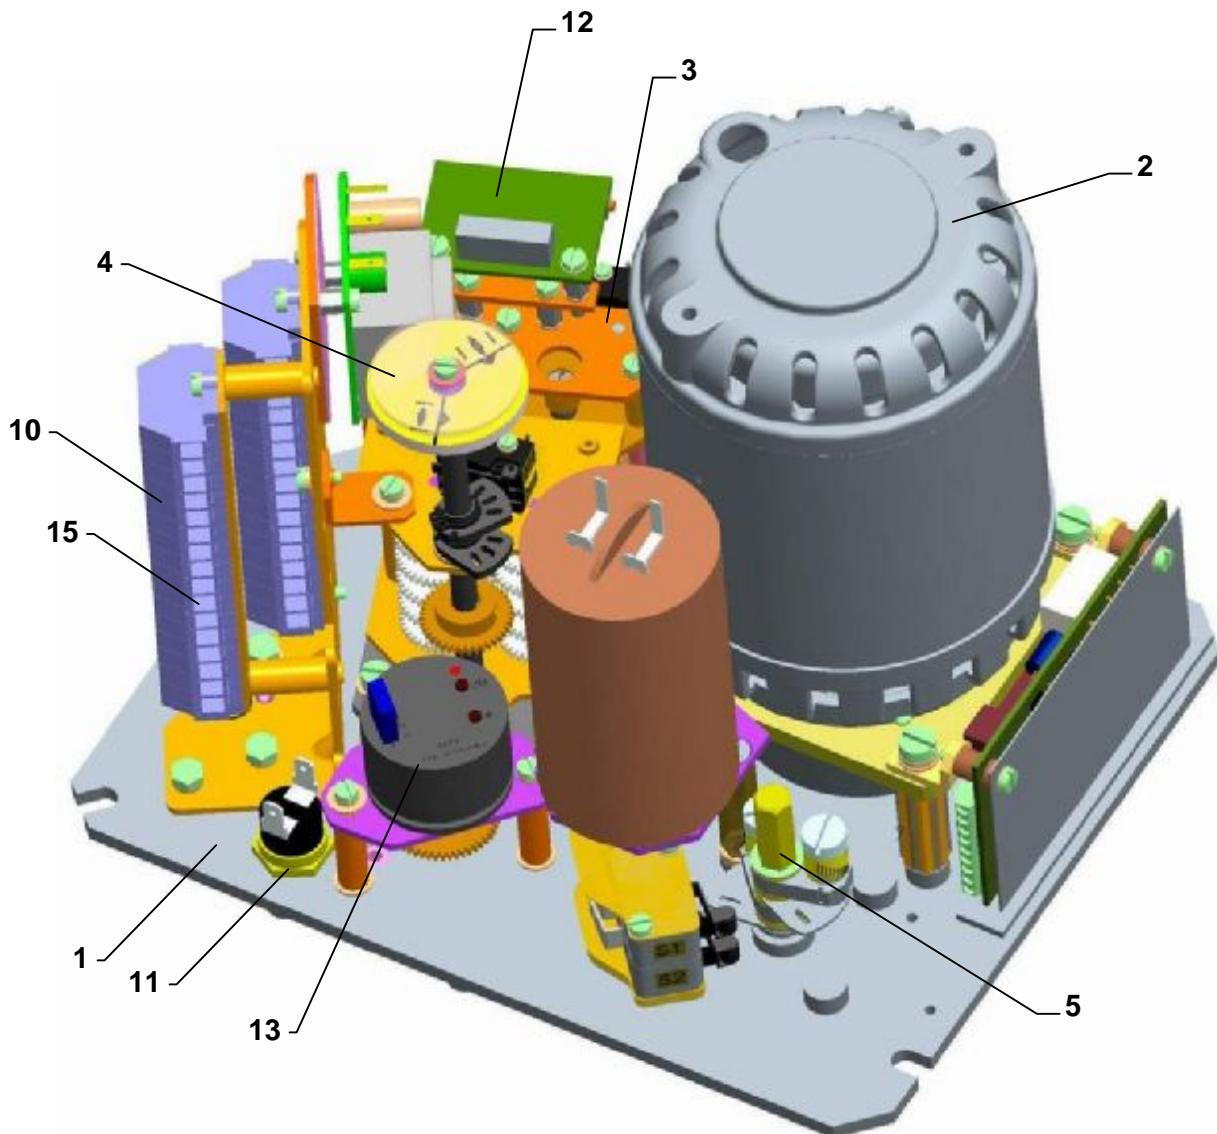

Рис.1
**Управляющая часть (рис. 1)** размещена на пульте управления (1), который содержит:
- электродвигатель (2) (в случае однофазного с конденсатором )
- блок моментного выключения (5) - управляемую аксиальным передвижением шнека
- блок положения и сигнализации (3) с механическим местным указателем положения (4)
- электронный датчик положения (12)
- датчик положения (13)
- отопительный элемент с тепловым реле (11)
- электрические присоединение с помощью **клеммной колодки** (10) (размещенных в пространстве управления) и кабельных концевых втулок , или с помощью конекторов.